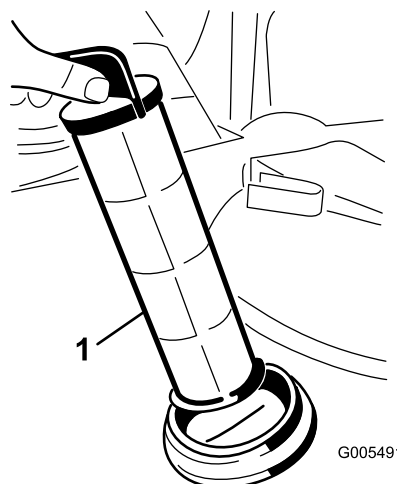

Figura 49
4. Estraete il filtro di aspirazione dal foro (Figura 49).